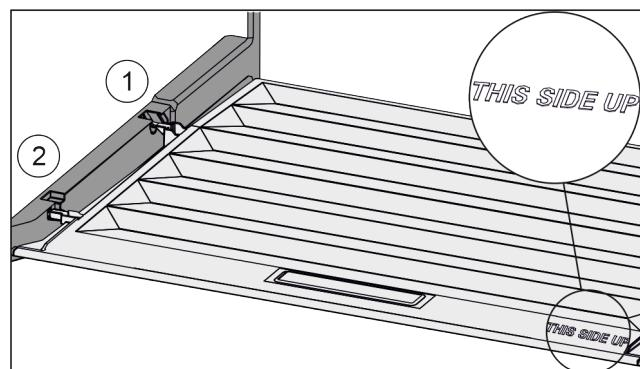

Fig. 90
- Výstupky víka zavedte do zadních držáků Fig. 90 (1) a vpředu zaklesněte do držáku Fig. 90 (2).